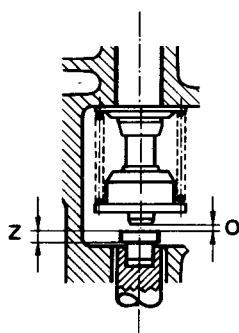

Fig. 5
Le réglage du jeu des soupapes (O, fig. 5) doit être effectué, le moteur étant froid (voir caractéristiques techniques).
Vérifier le jeu (O) entre la queue de soupape et le chapeau de poussoir à l'aide d'une jauge, la soupape étant fermée (poussoir au point mort bas). Les chapeaux de poussoir peuvent être obtenus en diverses épaisseurs (Z) de 1,9 mm à 4,5 mm, échelonnées de 0,10 en 0,10 mm. En cas de commande, indiquer l'épaisseur (Z, fig. 5) désirée. Le jeu correct (O) des soupapes est obtenu par le montage d'un chapeau d'une épaisseur adéquate.